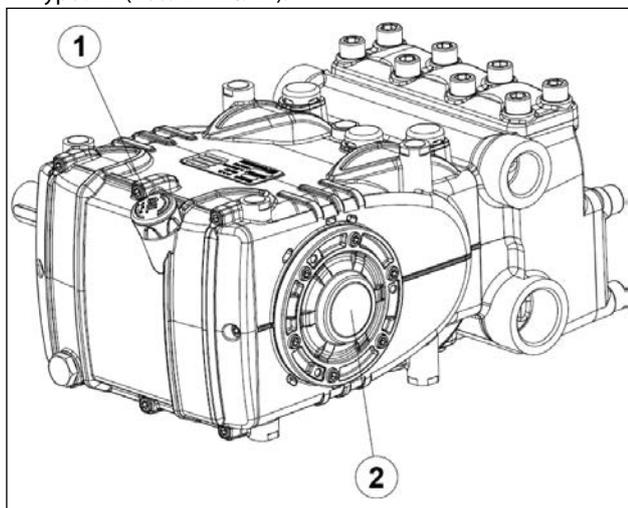

Рис. 14
5. Масло в картере насоса находится на нужном уровне, проверьте его при помощи специального щупа (поз. ① Рис. 14), в крайнем случае - при помощи индикатора уровня (поз. ② Рис. 14).